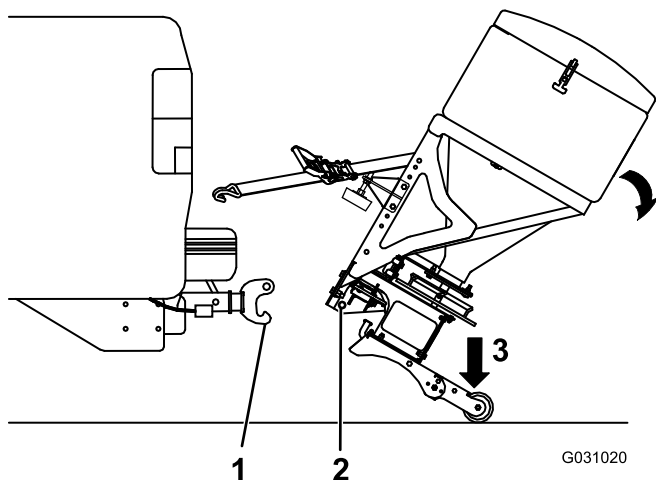

Figura20
- Înclinați dispozitivul de împrăștiere în jos pentru a elibera știftul superior al dispozitivului de atașare RT3 (Figura20).
- Țineți ferm de dispozitivul de împrăștiere și pășiți pe ansamblul piciorului pentru a-l roti înapoi până când știftul inferior al dispozitivului de atașare RT3 eliberează cârligul de pe cârligul RT3 (Figura20).